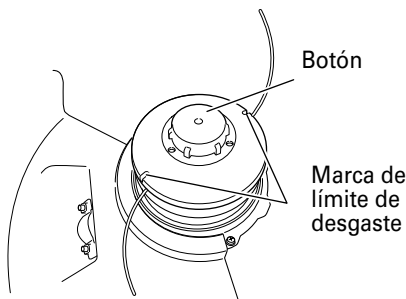

Fig. 17
- Compruebe el desgaste de la caja y el botón. Si la marca del límite de desgaste en la caja ya no se ve o hay un agujero en la parte inferior del botón, cambie las piezas nuevas inmediatamente. (Fig. 17)